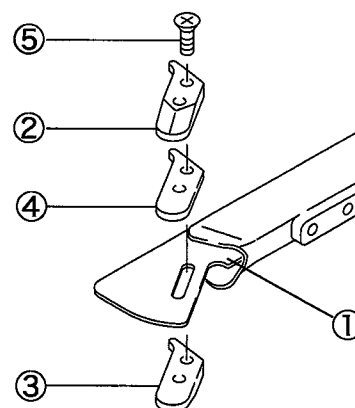

図24
- 厚みを変える場合、カール防止チップスペーサ④を取り外してください。(図24参照)
- 生地によってはカール防止チップ②③④を取り外した方がよい場合もあります。